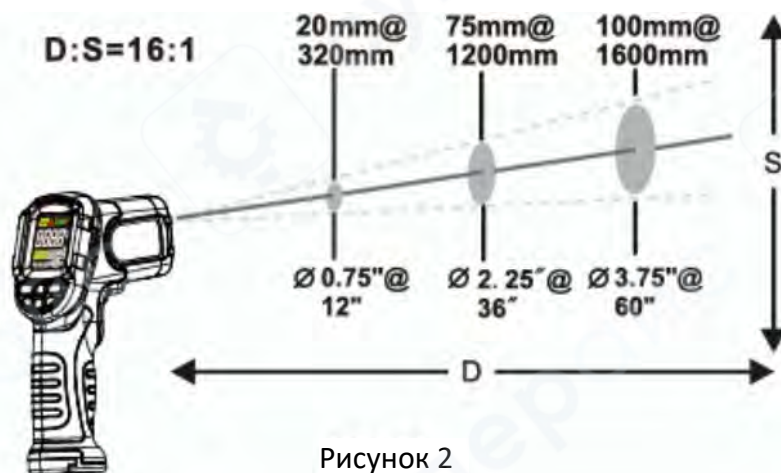

Рисунок 2
2. Соотношение расстояния к размеру (D:S) — это отношение между расстоянием до поверхности объекта и площадью поверхности измеряемого объекта. При увеличении расстояния между пирометром и измеряемым объектом, площадь поверхности измеряемого объекта также должна увеличиваться (см. Рисунок 2).